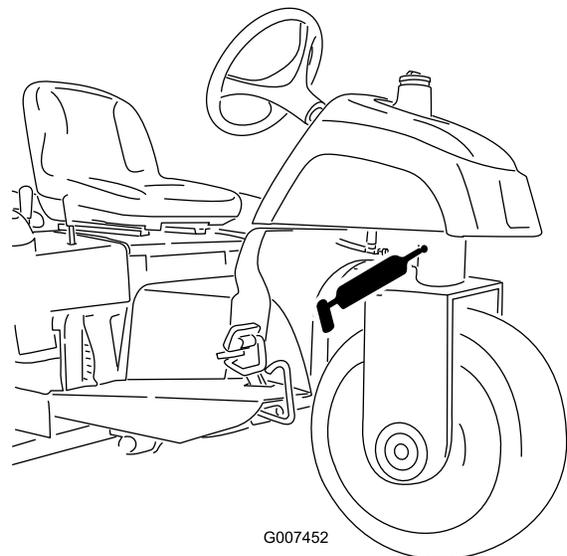

Figure 27
- Pivot de direction (Figure 27)
Remarque: Le raccord encastré sur le pivot de direction (Figure 27) nécessite un adaptateur pour la pompe à graisse. Vous pouvez le commander chez les distributeurs Toro agréés (réf. 107-1998).